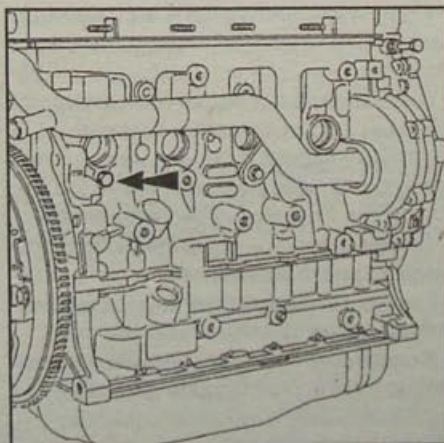

Рис. 3.76. Расположение пробки слива охлаждающей жидкости из блока цилиндров
- Отверните пробки удаления воздуха на радиаторе и шлангах подвода к радиаторам системы отопления (рис. 3.76).